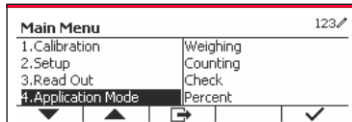

Figure 37
- Appuyez sur le bouton  pour accéder au menu principal. (Voir Figure 37)
- Avec le bouton correspondant à l'icône ▼, descendez dans la liste et mettez en surbrillance le mode d'application. Accédez dans ce sous-menu en appuyant sur le bouton correspondant à l'icône ✓. (Voir Figure 37)